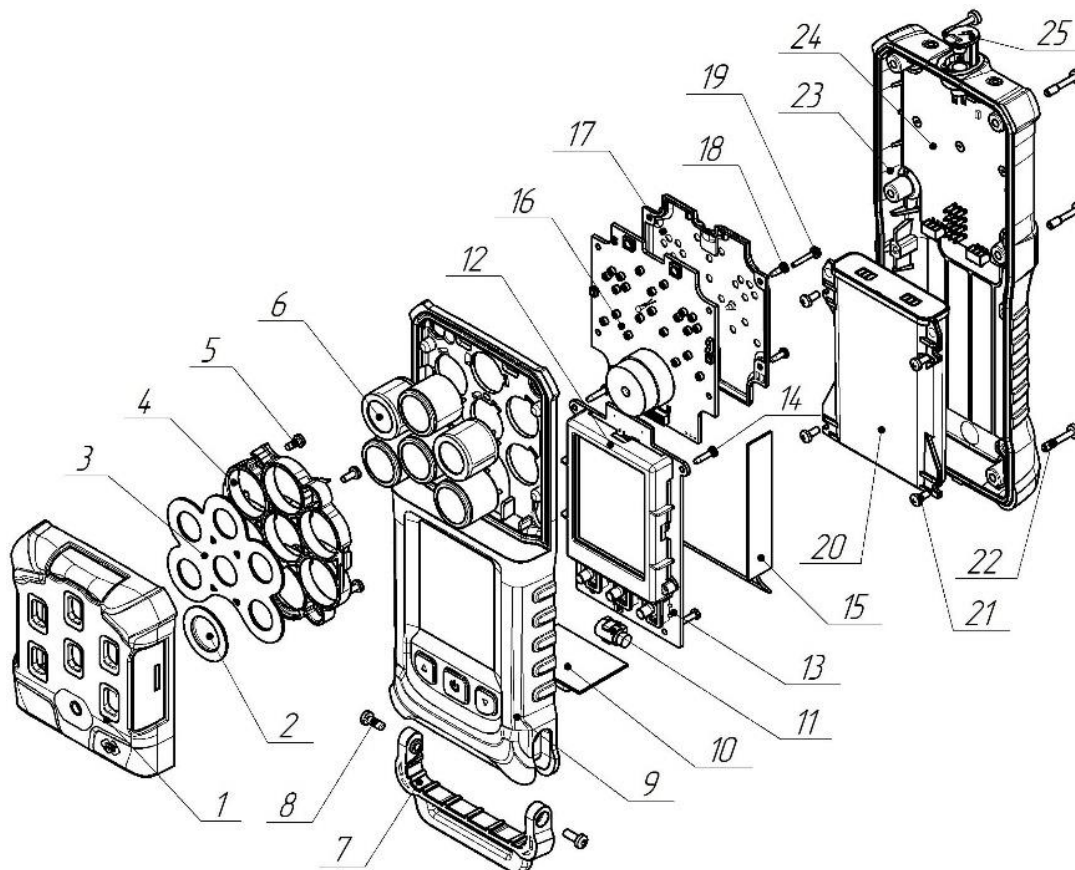

Рисунок 13 – Внешний вид газоанализатора в разобранном состоянии
- 3) открутить 4 винта (позиция 22) (Torx T10) в нижней части корпуса газоанализатора (позиция 23) (рисунок 13);